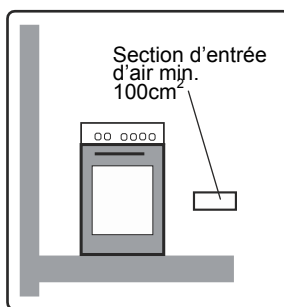

Figure 2
- Ajustez la position des supports « A » et serrez les vis « B » pour fixer fermement la plaque en place (Fig 2 à 4)